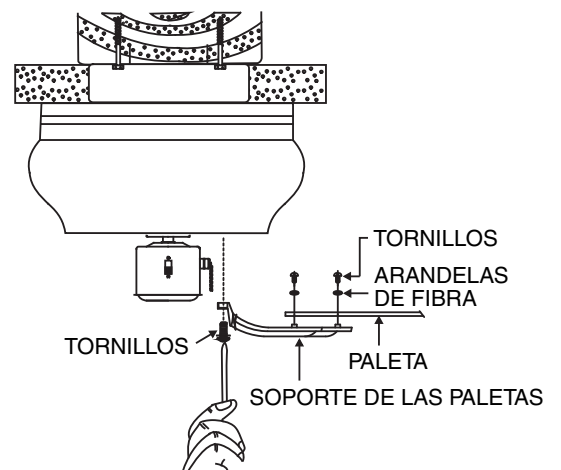

FIGURA 11
1. Sujete la paleta al soporte de la paleta con los tornillos y las arandelas de fibra, tal como se muestra en la figura 11. Comience a atornillar el soporte. Repita la operación con los dos tornillos restantes.